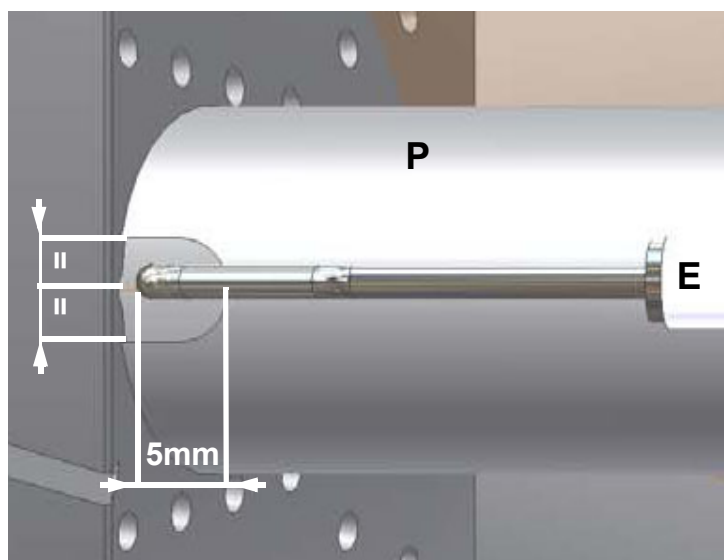

Fig. 12
- Esame fotocellula di rilevazione, pulizia, eventuale registrazione e, se necessario, sostituzione (vedi pag. 38). In caso di dubbio verificare il circuito di rilevazione, dopo aver rimesso in funzione il bruciatore, seguendo gli schemi in Fig. 12 - Fig. 36.
- 2 scollegare il cavo (CE) dell'elettrodo (E);
- 4 allentare la vite (B) del supporto di bloccaggio che assicura l'elettrodo di accensione (E) al pilota del bruciatore (P); estrarre l'elettrodo e sostituirlo facendo riferimento alle quote mostrate in Fig. 12.